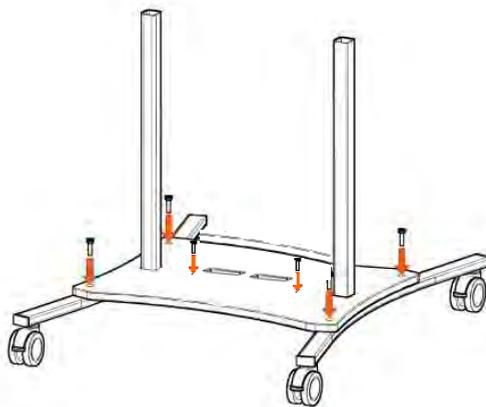

FIG. 11
PASO 3: En la plataforma, inserte seis tornillos con arandelas en los agujeros - cuatro tornillos en las esquinas de la base, dos debajo de los pies - fig. 11. Apriete todos los tornillos con la llave Allen suministrada. Es importante que los tornillos estén alineados verticalmente y atornillados uniformemente.